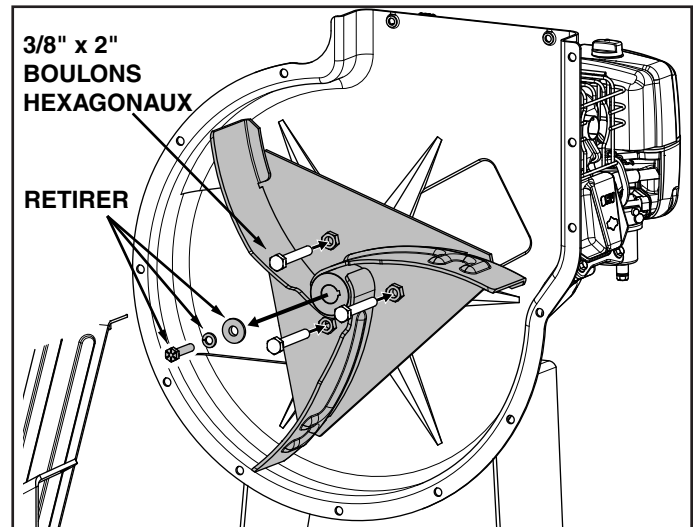

FIGURE 20
2. Retirez le boulon du moyeu du ventilateur. Voir la figure 20.
3. Vissez trois boulons filetés de 3/8" x 2" dans les trois écrous soudés au ventilateur jusqu'à ce qu'ils entrent en contact avec le boîtier derrière le ventilateur. Voir la figure 20.